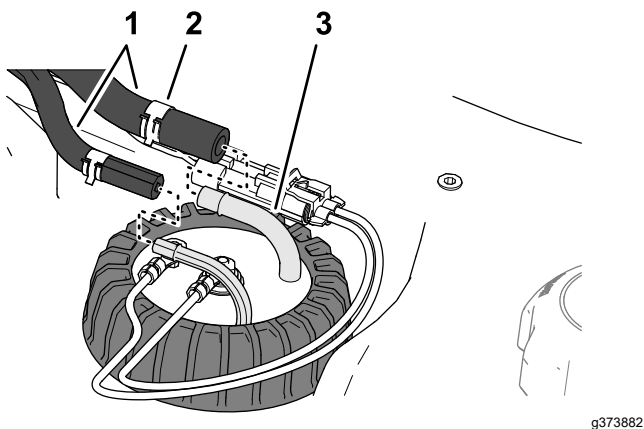

Figura 93
4. Mueva las abrazaderas que sujetan las mangueras a los acoplamientos del sensor de combustible hacia dentro, y retire las mangueras de los acoplamientos (Figura 93).